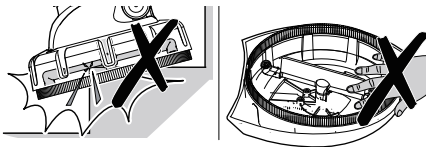

Fig. 19
**¡ADVERTENCIA!** ¡El cepillo para terrazas ha sido diseñado para utilizarse solamente sobre terrazas con superficies planas! No intente usarlo sobre escalones o verticalmente sobre paredes. ¡Nunca intente tocar la boquilla rotativa mientras esté funcionando (Fig. 19)!